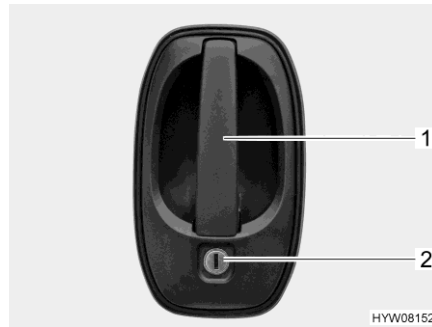

Bild 55 Türschloss (Fahrertür außen)
- Schlüssel in Schließzylinder (Bild 55,2) stecken und drehen, bis das Türschloss entriegelt ist.
- Am Türgriff (Bild 55,1) ziehen. Die Tür ist geöffnet.
- Schlüssel in Schließzylinder (Bild 55,2) stecken und drehen, bis das Türschloss verriegelt ist.